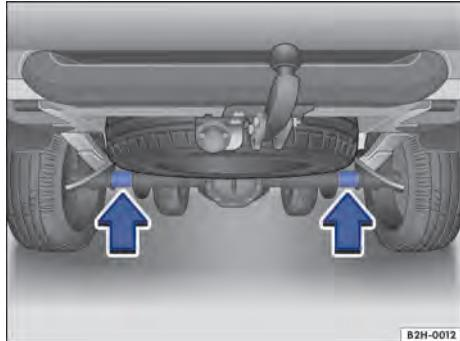

Fig. 185 Pontos de apoio traseiros do macaco.
O macaco deve ser colocado somente nos pontos de apoio mostrados → Fig. 183 ou → Fig. 185.
6. Verificar se o macaco se encontra abaixo das áreas marcadas na dianteira → Fig. 183 ou na traseira → Fig. 185.
O macaco deve ser colocado somente nos pontos de apoio mostrados → **Fig. 185** (setas).